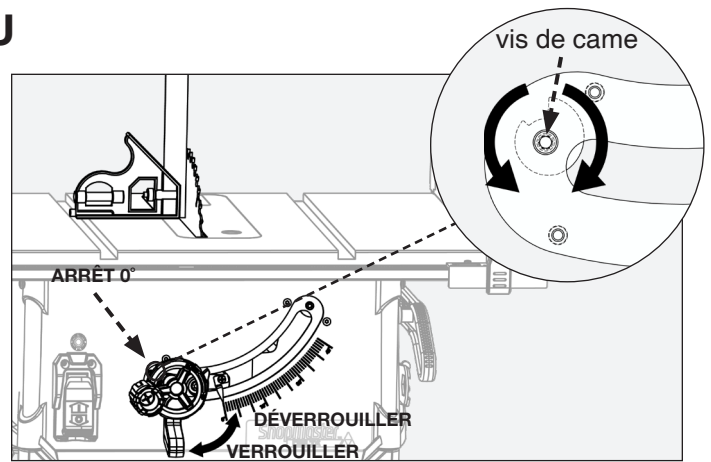

FIGURE 30
REMARQUE : Pour les positions de verrouillage et de déverrouillage (figure 30).
Si la lame n'est pas à l'équerre avec la table, réglez la came de butée de biseau à 0° comme le montre la figure 30.
2. Desserrez la vis à tête cylindrique qui bloque la came de butée à 0° (au centre de la came). (Comme le montre la figure 30)